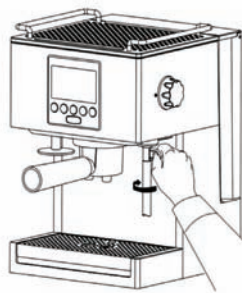

Рис. 9
**ВНИМАНИЕ!** Если в накопителе (1) находится очень мало воды, с сопла (11) не будет выливаться кипяток. На дисплее начнёт мигать указатель  а также раздастся повторяющийся звуковой сигнал, информирующий о необходимости добавления воды. Обязательно установи регулятор пара (13) в позиции **OFF**, это значит, что его надо повернуть в сторону по часовой стрелке так, чтобы символ **OFF** совпал с показателем на корпусе кофеварки. Открой крышку накопителя воды (1) и влей воду. Сразу после дополнения воды, сигнал перестанет звучать. Чтобы снова начать дозирование кипятка, переверни регулятор пара (13) в позицию  | , это значит перевернуть его в противоположную сторону от часовой стрелки так, чтобы символ  |  совпал с обозначением на корпусе устройства.
**ВНИМАНИЕ!** Передвижение сопла пара/кипятка (11) осуществляй при помощи специального наконечника (Рис. 9). Сопло пары/кипятка (11) очень горячее.
**ВНИМАНИЕ!** Если в накопителе (1) находится очень мало воды, с сопла (11) не будет выливаться кипяток. На дисплее начнёт мигать указатель  а также раздасться повторяющийся звуковой сигнал, информирующий о надобности добавления воды. Обязательно установи регулятор пара (13) в позиции **OFF**, это значит, что его надо повернуть в сторону по часовой стрелке так, чтобы символ **OFF** перекрылся с показателем на корпусе кофеварки. Открой крышку накопителя воды (1) и влей воду. Сразу после дополнения воды, сигнал перестанет звучать. Чтобы снова начать дозирование пара, переверни регулятор пара (13) в позицию  | , значит перевернуть его в противоположную сторону от часовой стрелки так, чтобы символ  |  совпал с обозначением на корпусе устройства.